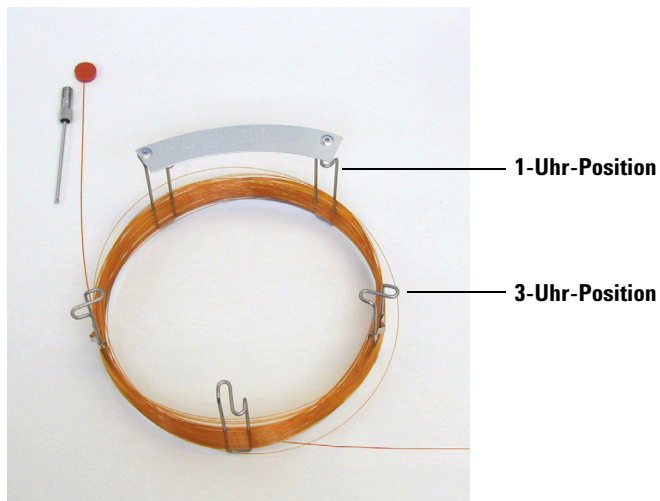

Abb. 3 Säule mit 2 ausgerollten Schleifen
- 2 Entfernen Sie die Septumkappe von der AUSLASS-Seite der Säule, und rollen Sie 2 Säulenschleifen ab. Siehe Abb. 3.